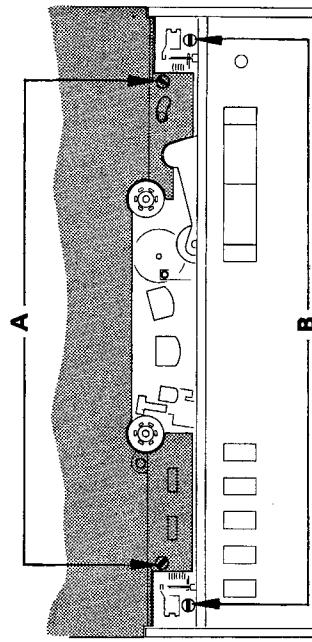

Bild 3.2.–4
- Schraube A (Bild 3.2.–4) lösen. Abdeckplatte nach oben abziehen. (Oberkante 3 Klemmhülsen)
- Schrauben B (Bild 3.2.–4) lösen. Netzschalterknopf sowie sämtliche Drehknöpfe und Schallscheiben nach oben abziehen. Beim Netzschalterkopf darauf achten, dass der Spannring nicht verloren geht.